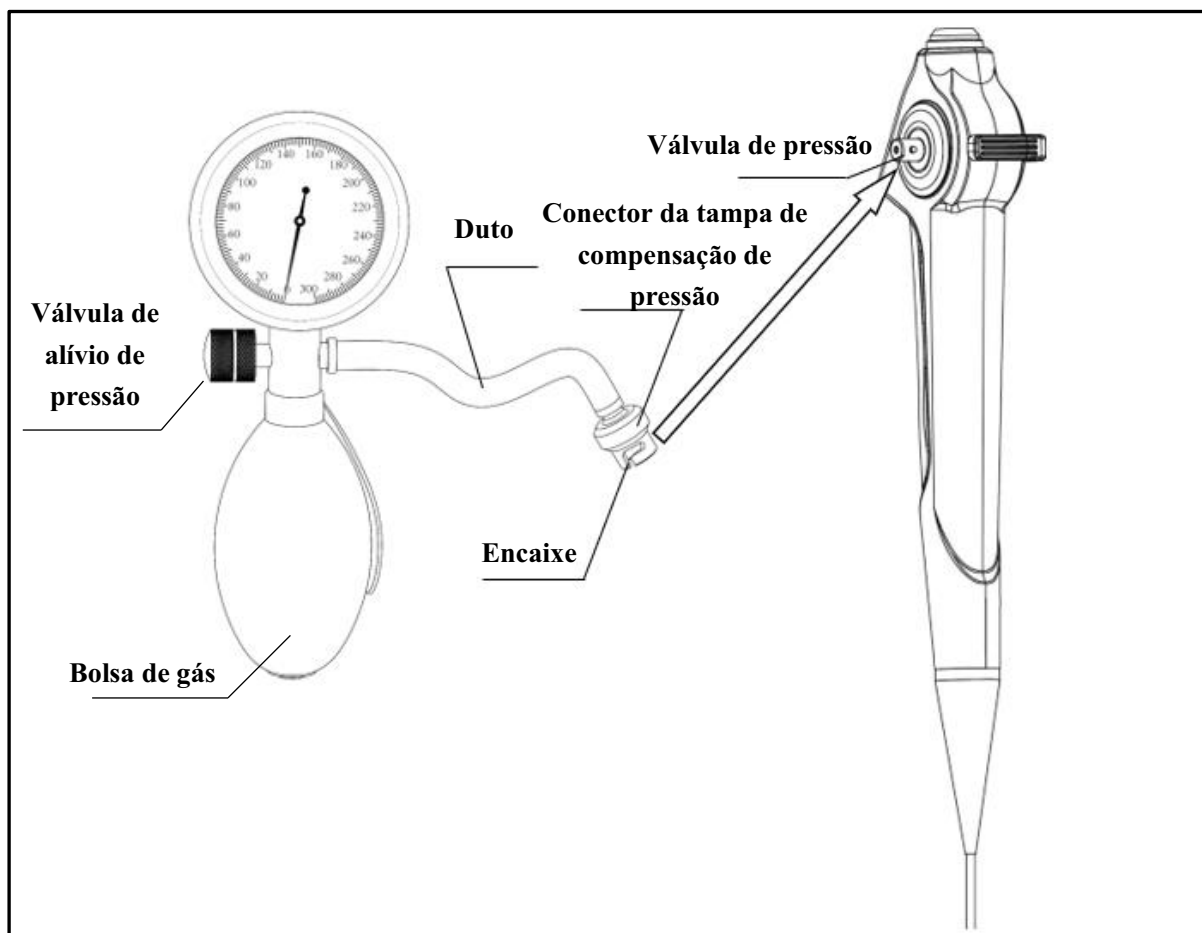

Figura 5.1
4. Alinhe a ranhura do conector da tampa de compensação de pressão do testador de vazamentos com a válvula de pressão do endoscópio. Empurre o conector e gire-o 90° no sentido horário até parar (como mostrado na Figura 5.1 ) .